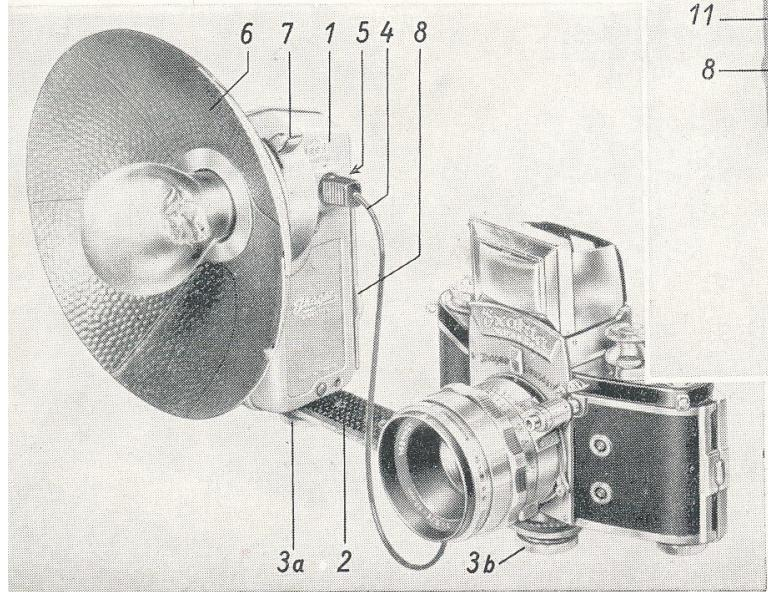

Abb. 1
knopf (7), und der verbrauchte Blitz wird in der Regel selbsttätig ausgeworfen. Er ist gegebenenfalls mit der Hand aufzufangen, s. auch Seite 13. Blitzleuchte und Kamera werden durch die Kamerabschiene (2) mit den beiden Befestigungsschrauben (3a und 3b) verbunden. Um die Schiene an der Kamera anzubringen, wählt man diejenige Befestigungsschraube, deren Gewinde dem Stativgewinde der Kamera entspricht. Die Form der Schiene garantiert, daß auch die neuesten Modelle der EXAKTA Varex verwacklungssicher befestigt werden können, s. Abb. 1. Man nimmt dazu das letzte Gewindeloch am abgebogenen Ende der Schiene. Für die früheren Modelle der EXAKTA Varex, für die Kine-Exakta, die EXA und für Kameras anderer Herkunft wird am besten das vorletzte Gewindeloch benutzt, also das letzte vor der Biegung der Schiene. Die Schraube muß durch das Loch hindurchgedreht oder nur hindurchgesteckt und im Stativgewinde der Kamera eingeschraubt werden. Die zweite Schraube dient dazu, die Blitzleuchte am anderen Ende der Schiene (2) anzubringen, und zu diesem Zwecke hat das Gehäuse (1) zwei Stativgewinde, also deutsches ( $3/8$ ) und englisches ( $1/4$ ").